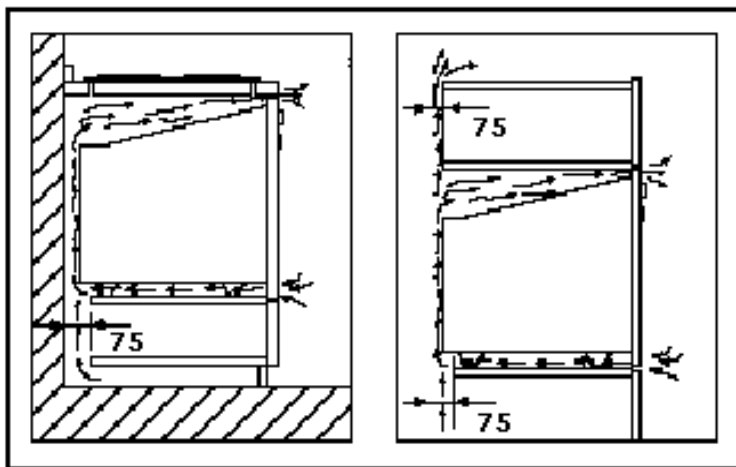

Figure 3
- ❖ το πίσω μέρος του ντουλαπιού που θα μπει ο φούρνος θα πρέπει να απομακρυνθεί για καλύτερο αερισμό. Το ντουλάπι στο οποίο θα εντοιχιστεί ο φούρνος θα πρέπει να έχει κενό τουλάχιστον 75 mm στο πίσω μέρος. (**βλέπε Figure 3**)